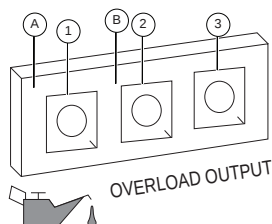

Figura 3-3. Falla de desconexión
NOTA IMPORTANTE: Consulte Figura 3-3. No sobrecargue el generador ni los receptáculos individuales del panel. Si ocurre una sobrecarga, se encenderá el LED de sobrecarga (A) y se cortará la salida de CA. Para corregir esta situación, consulte Luces de estado del generador. Lea Conozca los límites del generador detenidamente.